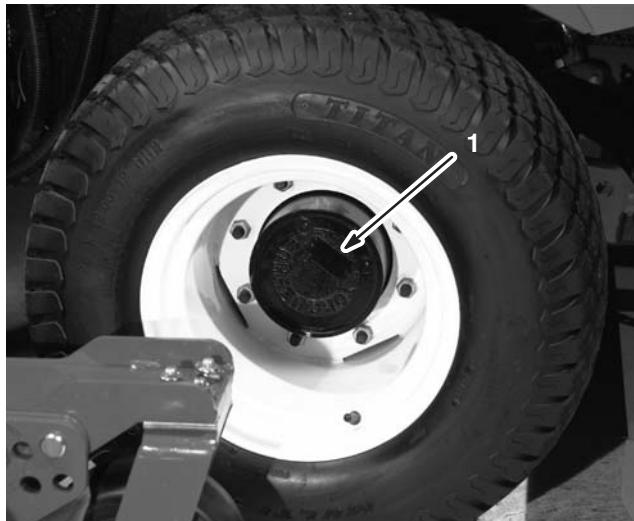
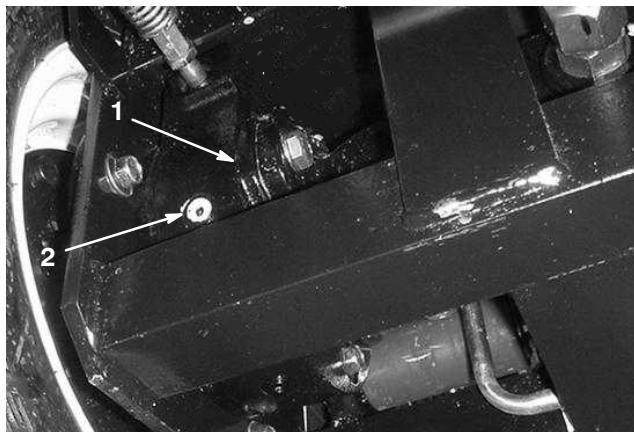

Bild 6
Bild 7
1. Stellen Sie, wenn sich die Maschine auf einer ebenen Fläche befindet, das Rad so, dass sich die Prüf-/Ablassschraube (Bild 6) entweder in der 2-Uhr- oder der 10-Uhr-Stellung befindet.
2. Entfernen Sie die Ablassschraube (Bild 6) vom Planetengetriebe und prüfen die Prüfschraube an der Rückseite der Bremse (Bild 7). Der Ölstand muss die Unterseite des Prüfschraubenlochs an der Rückseite der Bremse erreichen.